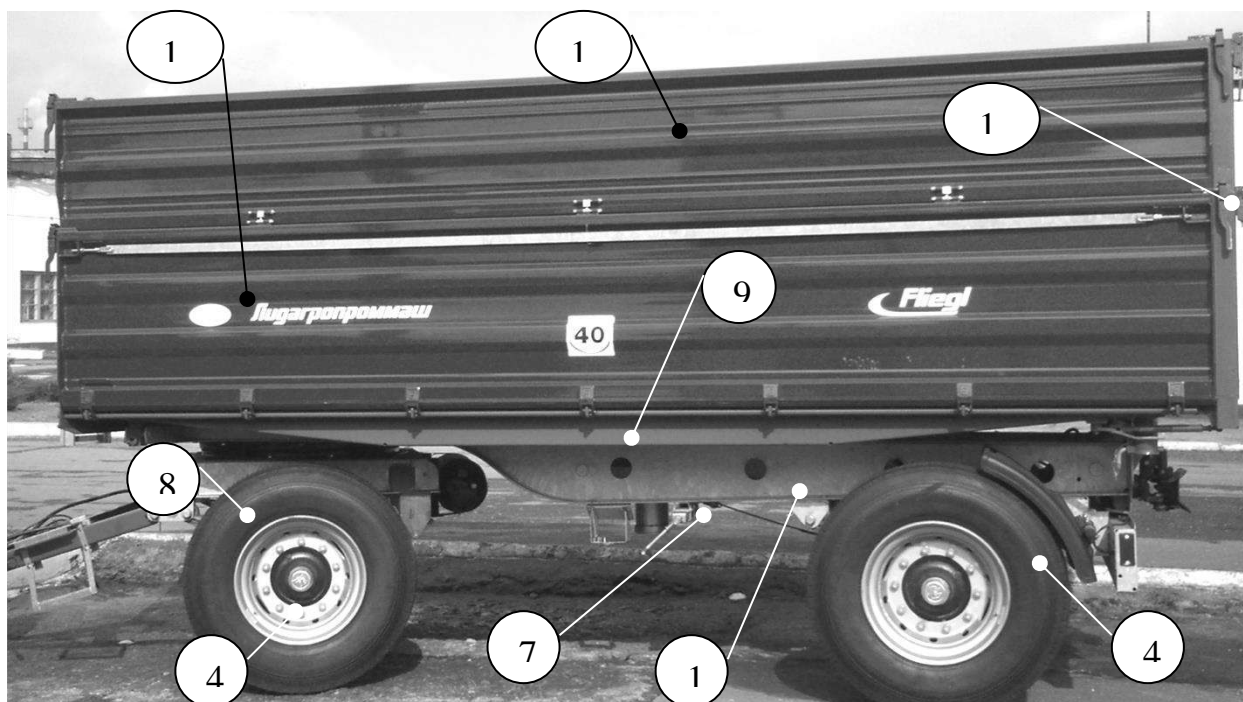

Рис. 2 Прицеп тракторный двухосный 2ПТС-14 (вид сбоку)
- рама (рис.2, поз.1);
2.1.2 Рама (рис.2 поз.2) сварной конструкции изготовлена из швеллера. В передней части имеет крепления поворотного круга, кронштейны крепления кузова, в задней кронштейны для крепления рессор, кузова и бампера. В боковой части рамы находятся кронштейны для крепления механизма стояночного тормоза и противооткатных башмаков.
2.1.4 Рессоры (рис.2 поз.8) служат упругим соединительным звеном между рамой и осями с пневматическими колесами и гасят ударные нагрузки при наезде колес на неровности дороги. Состоят из двух листов. Крепятся к осям стяжными стремянками, а к раме – вставляются в специальные кронштейны рамы - в передней части через проушину фиксируются стяжным болтом, а задняя часть рессоры скользит по направляющим кронштейна.
2.1.11 Стояночная тормозная система (рис.2, поз.7) обеспечивает затормаживание прицепа при стоянке как с отсоединенным трактором так и с ним. Привод тросовый на задние колеса.